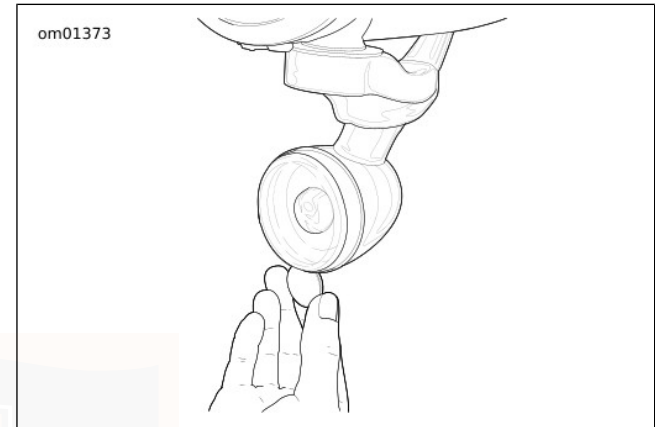

Abbildung 71. Kerbe in der Streuscheibe
1. Siehe Abbildung 71. Eine Münze in die Kerbe einsetzen. Die Münze vorsichtig drehen, bis der Streuscheibendeckel aus dem Blinkergehäuse herausspringt.